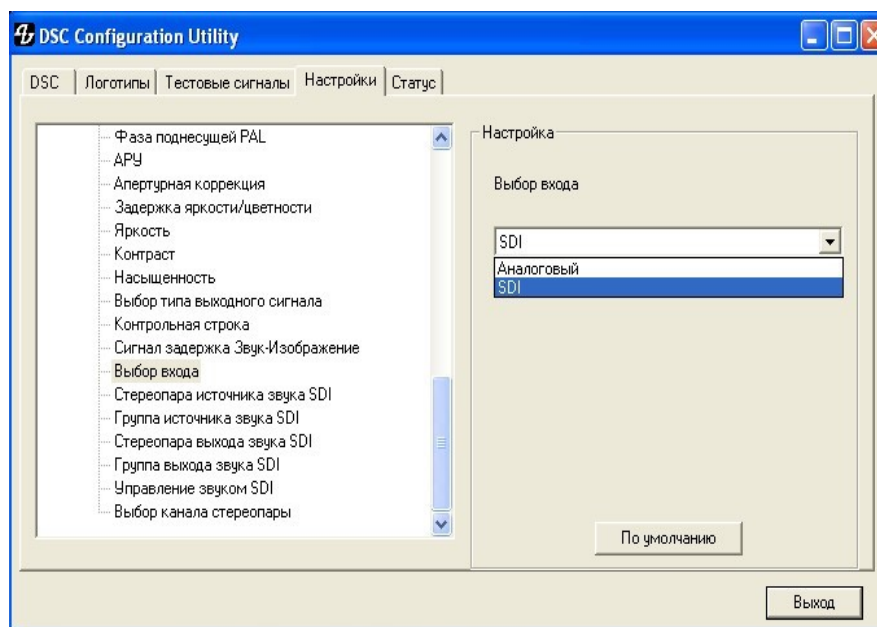

рис.2
6. Выбрать тип входного сигнала SDI рис.2
Для наложения логотипа на аналоговый сигнал необходимо выбрать (рис.2) тип входного сигнала "аналоговый" и выход сигнала брать с аналогового выхода.